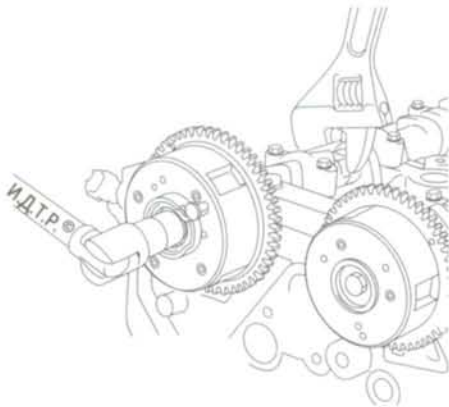

Рис. 5.18. Выворачивание болта крепления муфты распределительного вала выпускных клапанов
4. Удерживая от проворачивания распределительный вал выпускных клапанов, выверните болт крепления муфты системы изменения фаз газораспределения к распределительному валу (рис. 5.18) и снимите муфту.